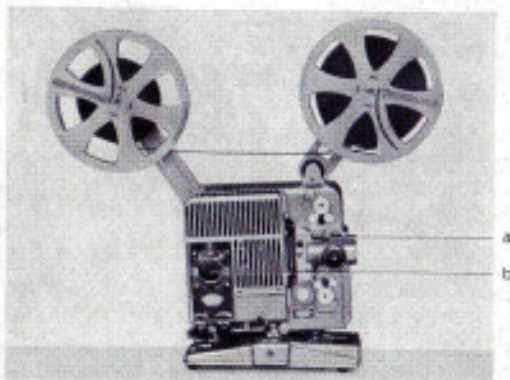

Bild 18
1. Hinteren Spulenträger mit voller Spule durch leichten seitlichen Druck ausrasten und in die oberste Stellung bringen (Bild 18).
3. Hebel a (Bild 18) zum Öffnen des Filmkanals in Projektionsrichtung umlegen.
4. Bedienungsknopf b (Bild 18) in Achsrichtung drücken, nach rechts auf Rücklauf drehen. (Beim Umspulen bleibt die Lampe abgeschaltet.)